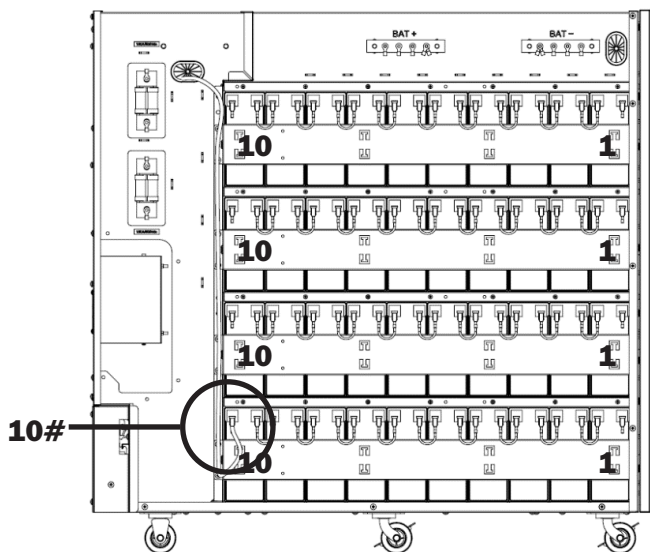

Figure 5-15A
19. Connecter la batterie 10- du groupe 1 à la barre du bus de la batterie N (BAT N) (Figure 5-15A).